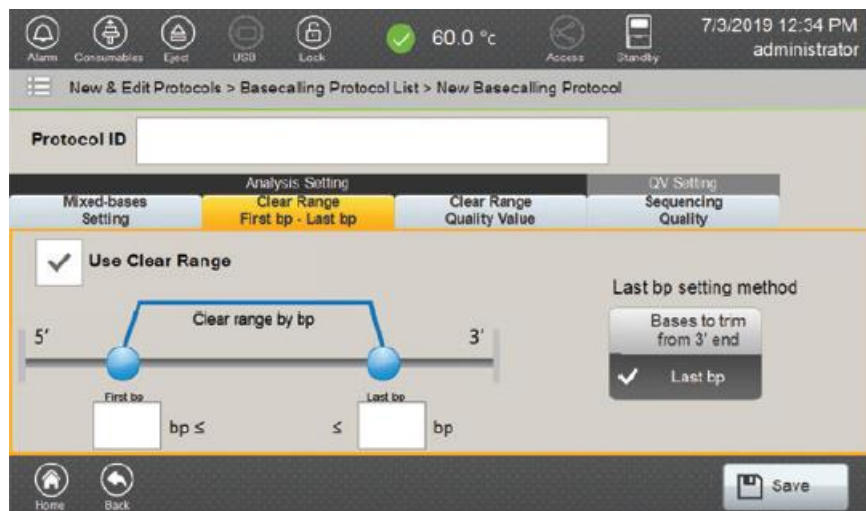
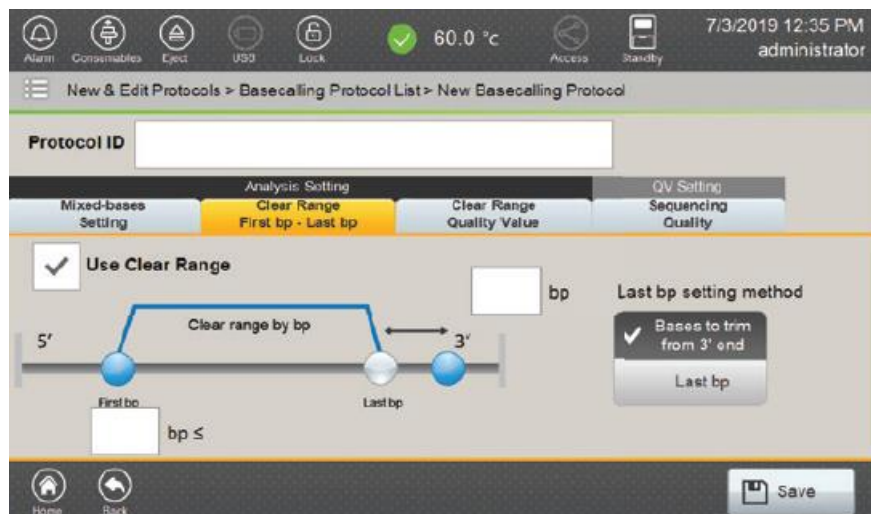

図 123 Use Clear Rang : Last bp 画面
図 124 Use Clear Range : Bases to trim from 3' end 画面
Clear Range First bp-Last bp	Clear range（図 123、124）にある入力欄を使って最初と最後の bp を決めるために、“Use Clear Range”にチェックを入れてください。 注： 新しく Basecalling Protocol を作る場合、デフォルトでは Clear Range First bp-Last bp が無効になっています。（チェック Box にチェックが入っていません）basecalling protocol で Clear Range First bp-Last bp のメソッドを使う場合、検討される解析の first bp の位置は、First bp の項目に 5'bp を入力することで設定されます。 3' end point（last bp の位置）には、clear range の 3' end を設定するための 2 つの last bp の設定メソッドが使用できます。 ・ Last bp：解析をするシーケンスの最後の bp を入力する。（Last bp の項目に 3' bp の位置を入力する）（図 123） ・ 3' end から切り取られる base：最後の bp として定義するシーケンスの 3' end から指定した base 数を切り取ります。（切り取る base 数を bp の入力欄に入力する）（図 124） First bp と Last bp や 3' end から切り取ることができる base の最小値と最大値は、それぞれ 1bp と 1200bp になります。
- 最初と最後の base 設定を選択するボタンを有効のために、**Use Clear Range** のボックスにチェックを入れます。(図 123)
ここにチェックが表示され有効になっている場合、解析の対象となる最初の bp の値を **First bp** の項目に入力します。次に 3' end から切り取る base 数を **bp** の項目に入力します。(図 124) この設定に基づき、解析の対象となる最後の bp は、得られたシーケンスの長さに依存します。